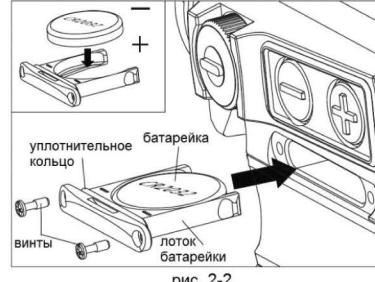

рис. 2-2
- 2] Установка батарейки (см. Рис. 2-2):